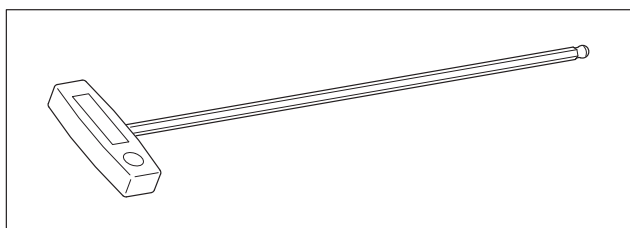

図 6 付属の工具
- どのローラも付属の工具（図 6）だけで、取り外し、取り付けおよび調整ができます。中間ローラを水着けローラに対して調整するときだけは、サイズ 13 のスパナを使います。